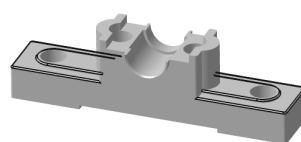

图 5.39.24 圆角 2
Step14. 创建如图 5.39.24 所示的特征圆角 2。圆角半径值为 0.50。